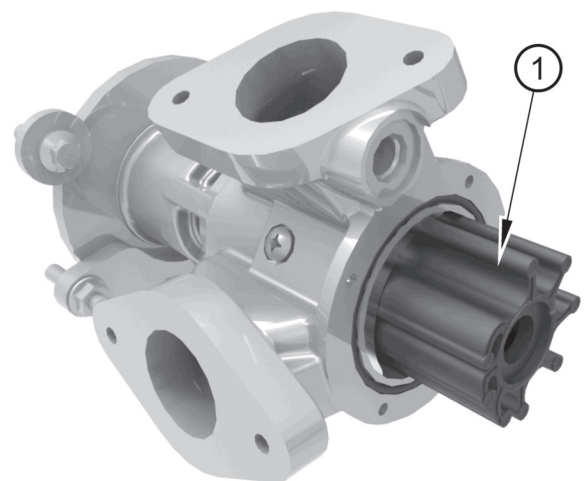

Abbildung 13
4. Nehmen Sie die Gummiendkappe (Nummer 2) ab, und ziehen Sie das Laufrad (Abbildung 13, Nummer 1) von der Welle.